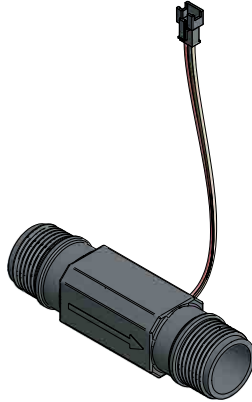

Figure 1
1. Installez le débitmètre de 1 po (2,54 cm) dans la conduite de sortie d'eau conditionnée du système qu'il surveille. La flèche sur le débitmètre doit pointer dans la direction du débit d'eau. Voir la figure 1.